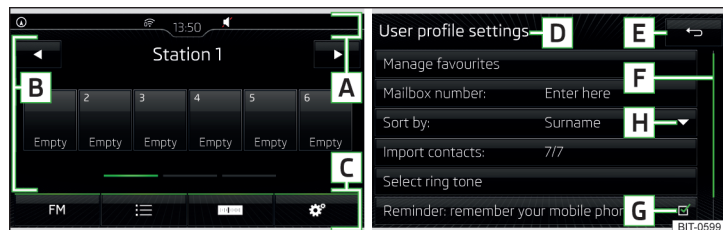
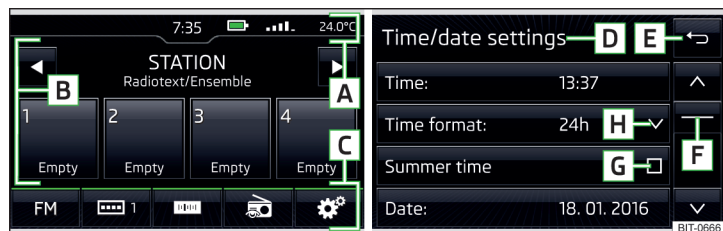

Fig. 164 Infotainment Columbus, Amundsen, Bolero: Áreas de pantalla / Visualización de pantalla
Fig. 165 Infotainment Swing: Áreas de pantalla / Visualización de pantalla
Descripción del indicador de pantalla » fig. 164 y/o » fig. 165
- ▶ Pulsando la superficie funcional ∨ o ∧ » fig. 165 (válido para el Infotainment Swing).